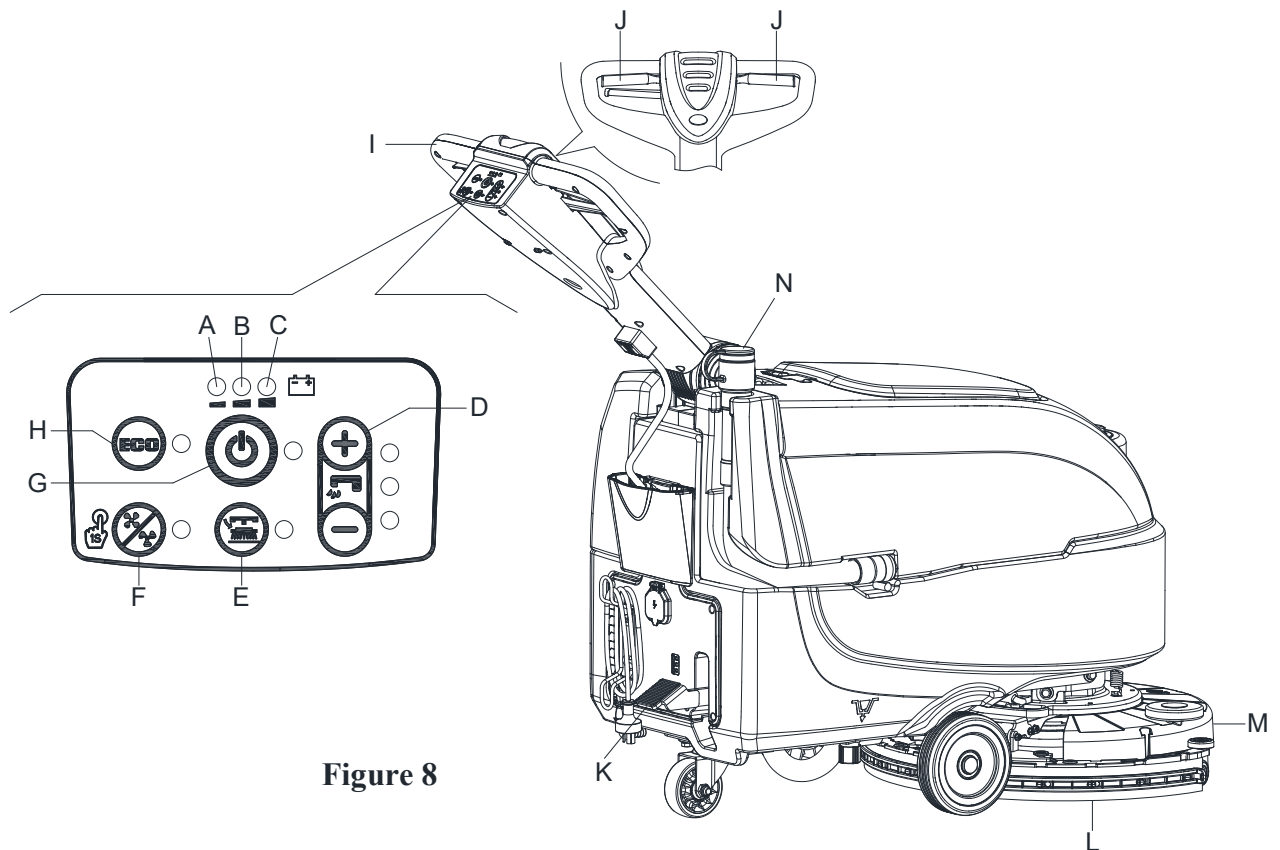
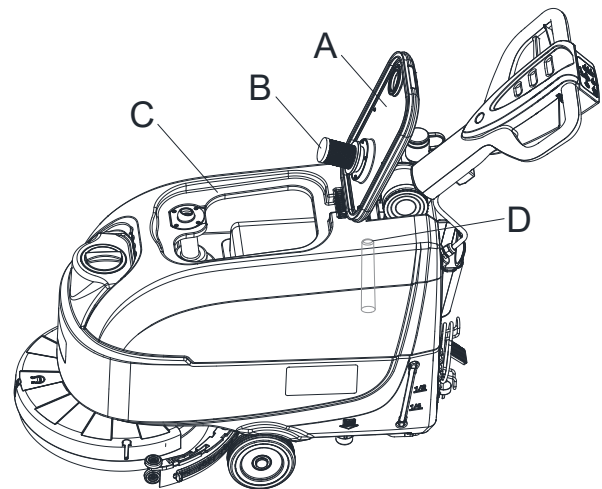

Figure 8
Figure 10
- Poussez la machine jusqu'à la zone à nettoyer en laissant les mains sur le guidon (I, Figure 8).
- Abaissez la tête de lavage (M, Figure 8) et la raclette (L) en soulevant la pédale (K).
- Appuyez sur l'interrupteur de démarrage (G, Figure 8). Vérifiez que le voyant d'avertissement vert (C) s'allume (batterie chargée). Si le voyant d'avertissement jaune (B) ou rouge (A) s'allume, éteignez le commutateur d'alimentation (G, Figure 8) et chargez les batteries (voir la procédure au chapitre Entretien).
- Appuyez sur les commutateurs de contrôle du débit d'eau de lavage (D, Figure 8) selon le type de nettoyage à effectuer.
- Commencez le nettoyage en poussant la machine avec les mains sur le guidon (I) et en appuyant sur le levier du contacteur de sécurité (J).
- Arrêtez la machine à l'aide du guidon (I).
- Arrêtez les brosses et le système d'aspiration en appuyant sur le contacteur (G). Le système d'aspiration s'arrête au bout de quelques secondes.
- Levez la tête de lavage (M) et la raclette (L) en appuyant sur la pédale (K).
- Tout en gardant les deux mains sur le guidon, appuyez sur le levier du contacteur de sécurité (J, Figure 8), puis manœuvrez la machine et commencez à laver/sécher le sol.
Lorsque le témoin d'avertissement vert (C, Figure 8) reste allumé, les batteries permettent à la machine de fonctionner normalement. Lorsque le témoin d'avertissement vert (C) s'éteint et que le témoin d'avertissement jaune (B) s'allume, il est conseillé de charger les batteries, car la charge restante ne dure que quelques minutes (en fonction des caractéristiques de la batterie et du travail à effectuer). Lorsque le voyant d'avertissement rouge (A) s'allume, les batteries sont complètement déchargées. Au bout de quelques secondes, la tête de lavage est automatiquement éteinte.
Un système automatique de fermeture à flotteur (B, Figure 10) bloque le système d'aspiration lorsque le réservoir d'eau de récupération (C) est plein. La désactivation du système d'aspiration est indiquée par une augmentation soudaine de la fréquence du bruit du moteur du système d'aspiration, le sol aussi ne sera pas sec.
Si le système d'aspiration s'éteint accidentellement (par exemple, lorsque le flotteur est activé en raison d'un mouvement soudain de la machine), pour reprendre l'opération : mettez hors tension le système d'aspiration en appuyant sur l'interrupteur (G, Figure 8), puis ouvrez le capot (A, Figure 10) et vérifiez que le flotteur à l'intérieur de la grille (B) est descendu jusqu'au niveau d'eau. Fermez ensuite le couvercle (A) et mettez le système d'aspiration sous tension en appuyant sur le commutateur (G, Figure 8).
Lorsque le réservoir d'eau de récupération (C, Figure 10) est plein, le vider selon la procédure suivante.
2. Soulevez la tête de lavage (M, Figure 8) et la raclette (L) en appuyant sur la pédale (K).
4. Videz le réservoir d'eau de récupération à l'aide du flexible (N, Figure 8). Ensuite, rincez le réservoir de récupération (C, Figure 10) à l'eau claire.
5. Retirez le couvercle du réservoir de récupération (A, Figure 10) et nettoyez l'intérieur du couvercle et la grille du flotteur du filtre (B) à l'eau propre.
6. Vérifiez si le réservoir de récupération (D, Figure 10) présente un corps étranger et nettoyez-le.